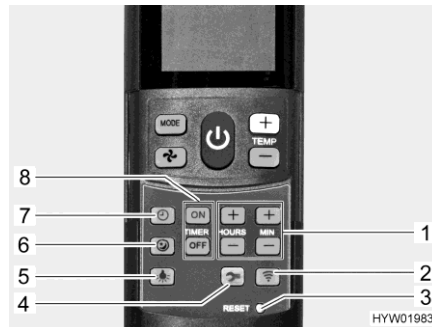

Fig. 151 Telecomando con tasti di impostazione (impianto di climatizzazione)
- Premere il tasto funzionamento silenzioso (Fig. 151,6). Durante il raffreddamento la ventola funzionerà ad un numero di giri inferiore, pertanto risulterà meno rumorosa.
- Premere il tasto ora (Fig. 151,7).
- Impostare le ore e i minuti con i tasti (Fig. 151,1).
- Premere il tasto "ON" (Fig. 151,8).
- Premere i tasti per l'impostazione degli orari (Fig. 151,1) fino a che non è stato raggiunto l'intervallo orario desiderato per l'accensione.
- Premere il tasto "OFF" (Fig. 151,8).
- Premere i tasti per l'impostazione degli orari (Fig. 151,1) fino a che non è stato raggiunto l'intervallo orario desiderato per lo spegnimento.
- Premere di nuovo il tasto "ON" o il tasto "OFF" (Fig. 151,8).
- Premere il tasto luce (Fig. 151,5). La luce viene accesa all'ultimo livello di regolazione impostato.
Regolazione illuminazione: ■ Premere e tenere premuto il tasto luce (Fig. 151,5), finché non si raggiunge la luminosità desiderata.
Spegnimento illuminazione: ■ Premere il tasto luce (Fig. 151,5).
- ▷ Il tasto Setup (Fig. 151,4) permette di collegare il telecomando all'impianto di climatizzazione al omento della prima messa in funzione.